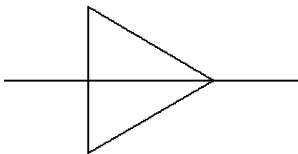

图 15-91 拉长直线
(4) 单击“默认”选项卡“修改”面板中的“拉长”按钮, 将第 (3) 步绘制的水平直线分别向左和向右拉长 5, 结果如图 15-91 所示。
(5) 单击“默认”选项卡“绘图”面板中的“直线”按钮, 在正交绘图方式下, 捕捉右侧顶点作为直线的起点, 向上绘制一条长为 4 的竖直直线; 单击“默认”选项卡“修